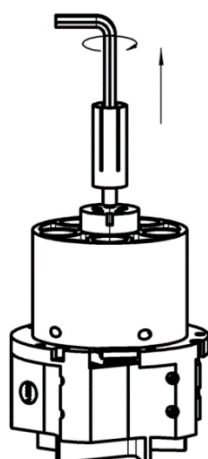

Abb. 72: Kontaktbuchse lösen
3. Kontaktbuchse mit dem Innensechskantschlüssel lösen und entfernen (Abb. 72).